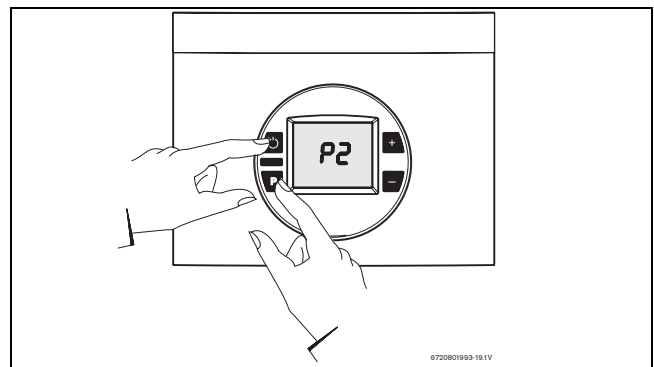

Рис. 43
- ▶ Утримуючи натиснутою кнопку програмування (P), увімкніть водогрійну колонку вимикачем (див. Рис. 43).